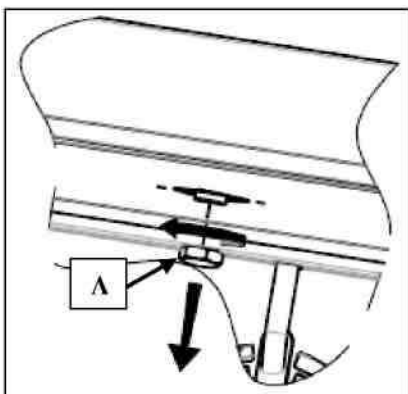

Fig. 1
Odkręcić nakrętkę (A) zamykającą otwór montażowy ramienia natryskowego, znajdujący się w górnej ścianie komory pieca. Użyć odpowiedniego klucza płaskiego (Rys. 1)